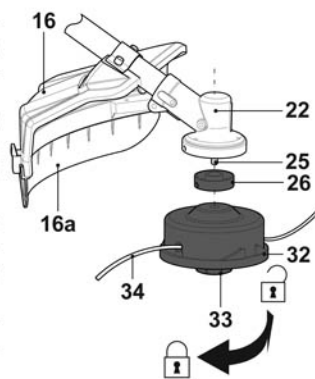

Рис. 31
- > Снимите режущую головку [32], отвинтив ее против часовой стрелки (рис. 31).